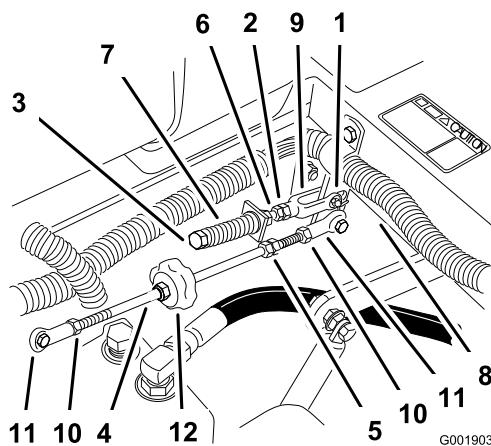

Figure 69
8. Si un réglage s'impose, desserrez l'écrou et l'écrou de blocage vissés contre la chape (Figure 69).
9. Appliquez une légère pression à l'arrière du levier, et tournez la tête du boulon de réglage dans le sens voulu pour centrer le levier à la position de verrouillage du point mort (Figure 69).
10. Serrez l'écrou et l'écrou de blocage (Figure 69).